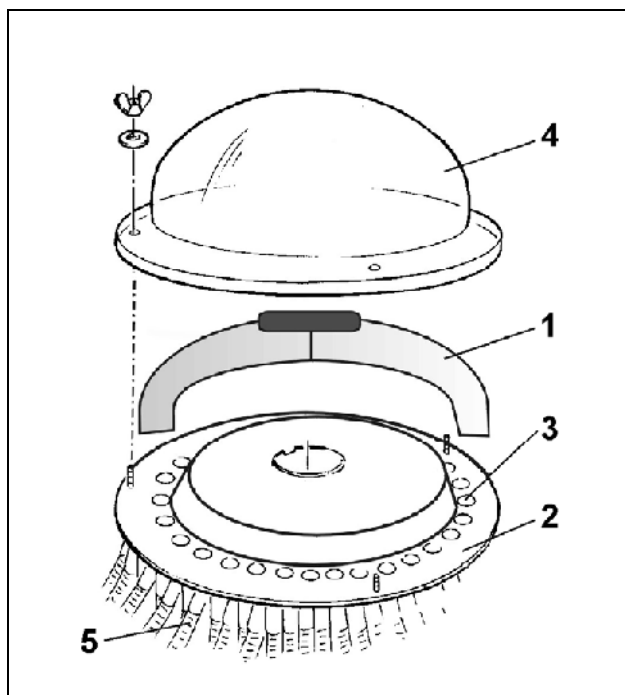
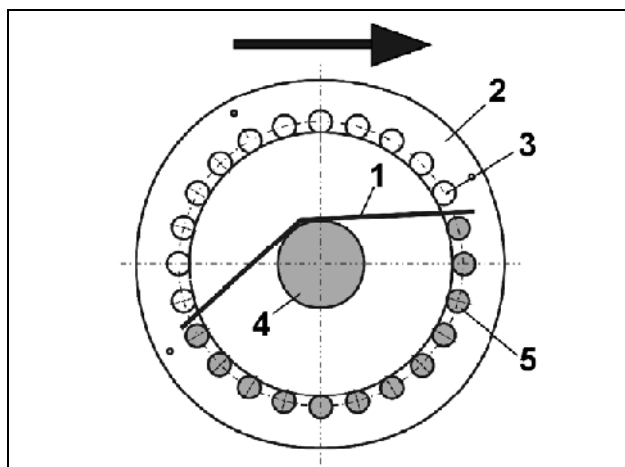

Рис. 68
Рис. 69
При помощи вставки (Рис. 68/1) для закрытия наполовину выпускных отверстий в распределительной головке поток посевного материала распределяется на половину всех выпускных отверстий (Рис. 68/3), и таким образом на половину всех сошников. Таким образом на выбор может прерываться подача посевного материала к сошникам с правой или левой половины машины, а высев производится с противоположной.
- Демонтируйте крышку распределителя (Рис. 68/4).
- Установите вставку (Рис. 68/1 и Рис. 69/1) на пластину распределителя (Рис. 68/2 и Рис. 69/2) так, чтобы вставкой закрывались необходимые выпускные отверстия.
- На горизонтальной проекции (смотрите Рис. 69) находятся:
- закрытые, не заштрихованные выпускные отверстия (Рис. 69/3) на отвернутой от гофрированной трубы (Рис. 69/4) стороне;
- открытые, заштрихованные выпускные отверстия (Рис. 69/5) на повернутой к гофрированной трубе (Рис. 69/4) стороне.
- В каждом случае проверяйте по семяпроводам (Рис. 68/5), закрывает ли вставка поток посевного материала к необходимым сошникам.
- Отметьте посадку вставки на пластине распределителя (Рис. 69/2), чтобы в дальнейшем, при необходимости, быстро найти положение вставки на пластине распределителя.
- Закрепите крышку (Рис. 68/4) на головке распределителя. При креплении крышки распределителя вставка (Рис. 68/1) заклинивается.